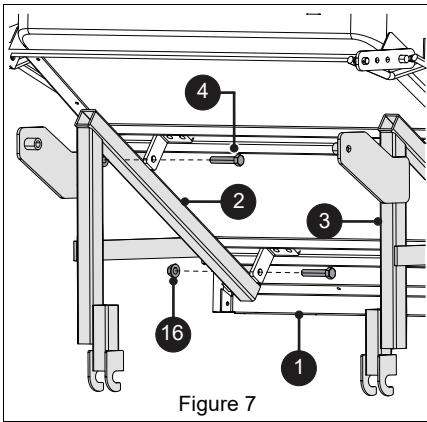

Figure 7
1. Installer le support droit du châssis (élément 2) à l'ensemble ensacheuse (élément 1) à l'aide de deux boulons hexagonaux 1/2" x 2 1/2" (élément 4) et deux écrous à embase à blocage central 1/2" (élément 16). Faire de même pour le support gauche du châssis (élément 3). Voir Figure 7.